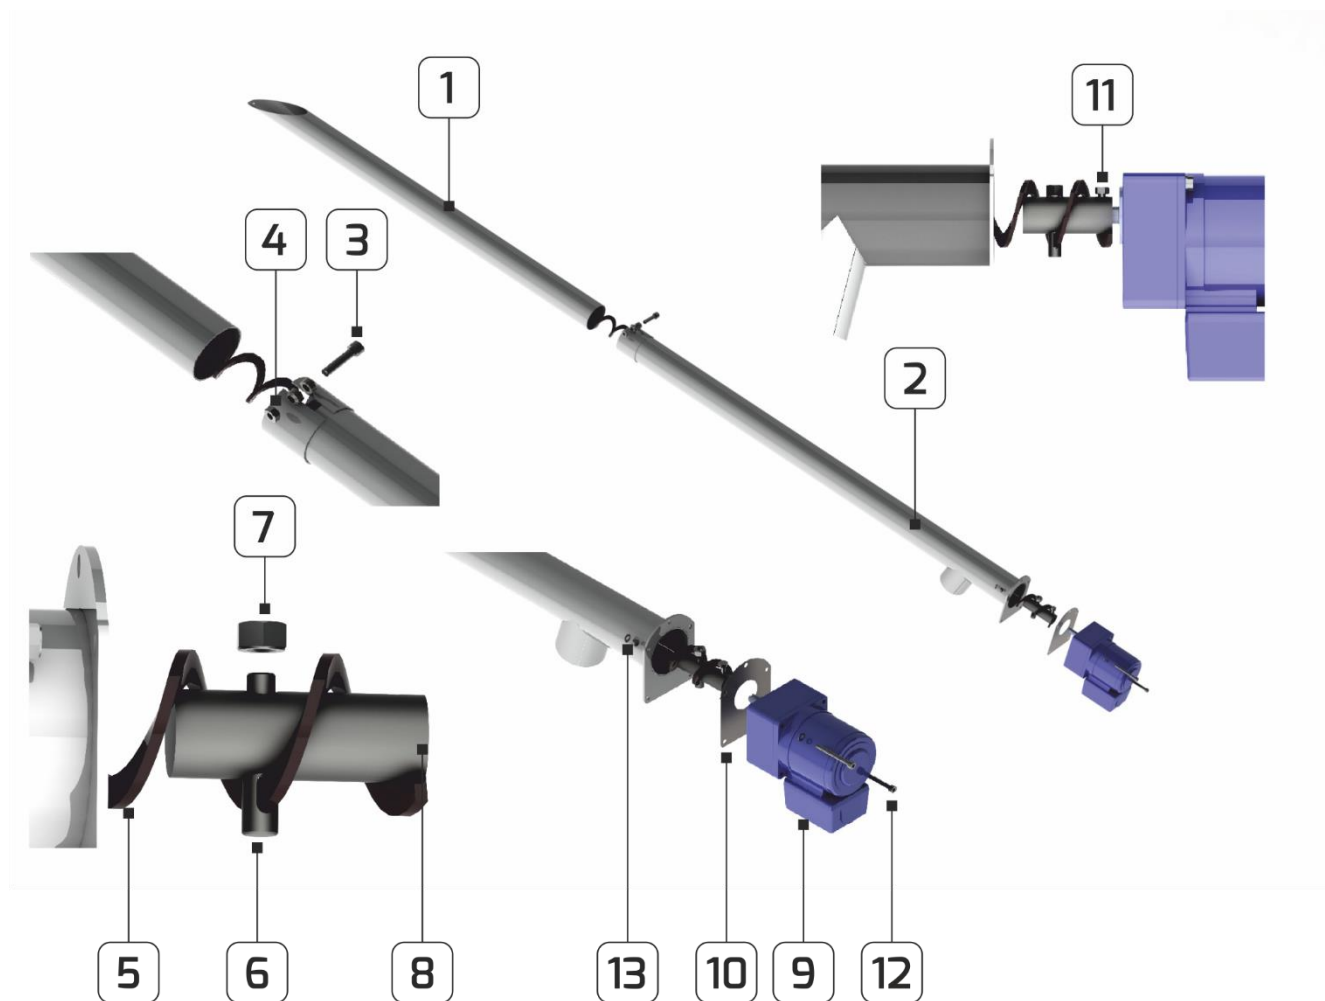

Рис.5. Будова подавача.
3. Під'єднання подавача Рис. 5